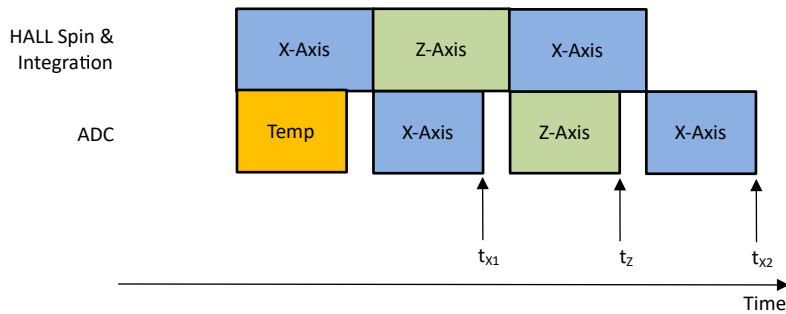

図 8-3. XZX 磁界変換
絶対角度測定では、正確な角度を計算するには、複数の軸からのアプリケーション センサ データが必要です。同じシグナル チェーンを使用して異なる時間に収集された磁界データは、角度計算に誤差を生じさせます。TMAG3001 は、疑似同時サンプリング データ収集モードを備えているため、この誤差を除去できます。図 8-3 に、MAG_CH_EN が BH に設定されて XZX データを収集する例を示します。式 12 は、X センサと Z センサのデータのタイム スタンプが同じであることを示しています。
- t_{x1} 、 t_z 、 t_{x2} は、図 8-3 で定義されているように、X、Z、X センサのデータ完了のタイム スタンプです。